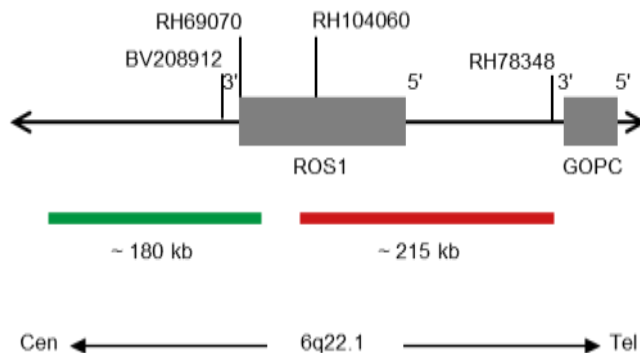

Fig. 1: SPEC ROS1 Mapa da sonda (não à escala)
- Polinucleótidos marcados com digoxigenina (~0,50 ng/μl), que têm como alvo sequências mapeadas em 6q22.1* (chr6:117,448,964-117,627,255) proximais à região do ponto de quebra ROS1 (ver Fig. 1).
- Polinucleótidos marcados com dinitrofenilo (~0,75 ng/μl), que têm como alvo sequências mapeadas em 6q22.1* (chr6:117,659,135-117,871,701) distal à região do ponto de quebra ROS1 (ver Fig. 1).